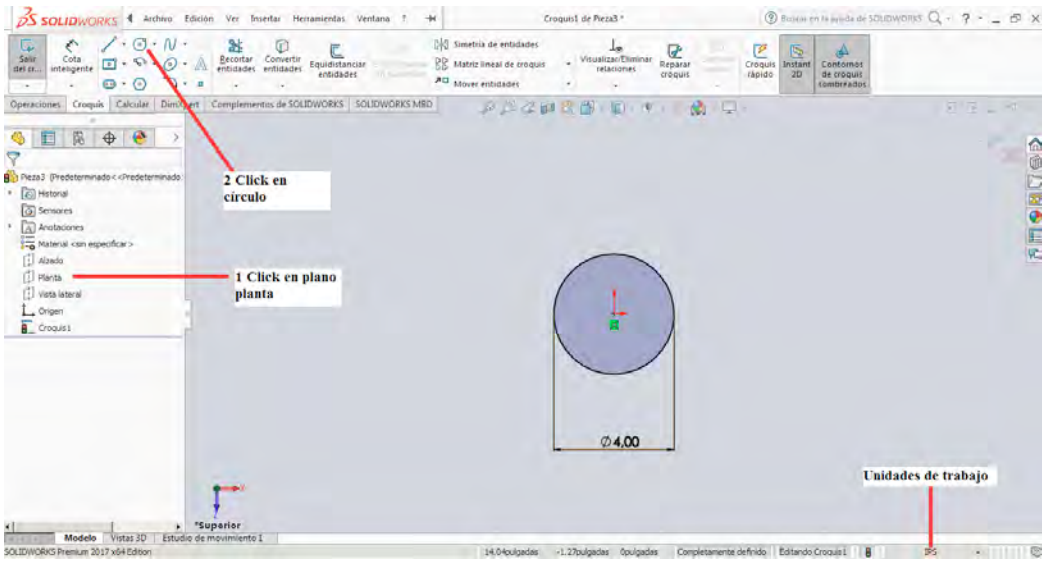

Figura 3-5
2. Posterior a la elección del plano seleccionamos de la pestaña de croquis la herramienta Círculo y lo realizamos con las medidas con la herramienta cota inteligente y ubicación que se muestra en la figura 3-5, en este caso las unidades de trabajo serán IPS (Pulgadas, Libras y Segundos).